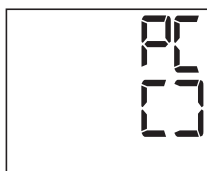

Fig. 1
- Lancez le transfert de données dans le logiciel pour PC « medi.connect ». Une animation apparaîtra sur l'écran pendant le transfert de données. Un transfert de données réussi est représenté sur l'écran du tensiomètre comme dans la Fig. 1.